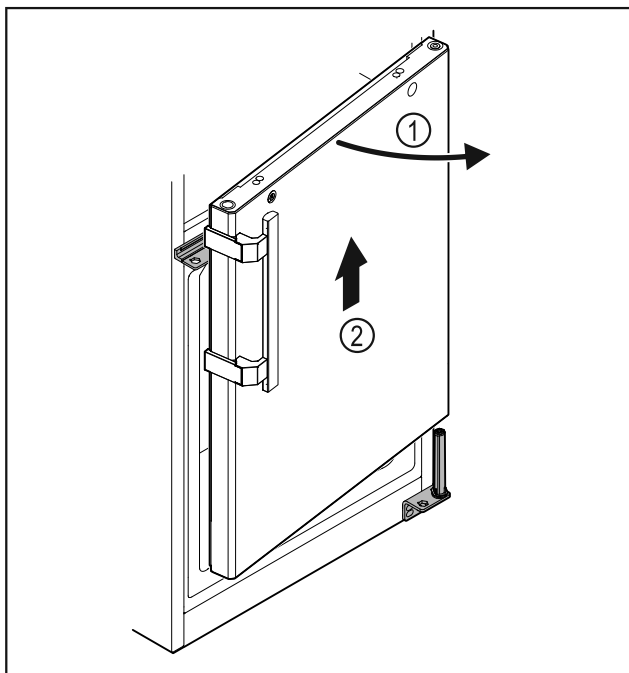

Fig. 27
- ▶ Šiek tiek atidarykite duris Fig. 27 (1), pakelkite jas tiesiai maždaug 200 mm į viršų ir nuimkite Fig. 27 (2).